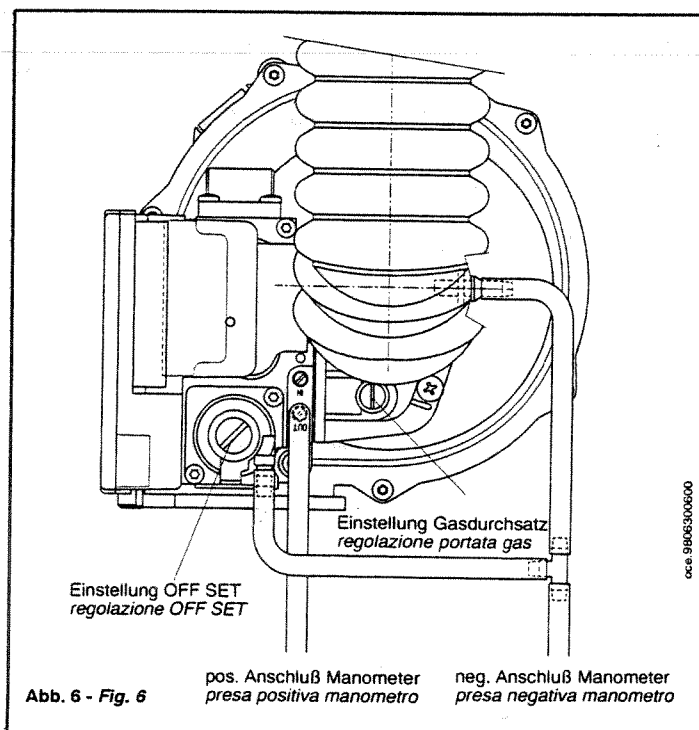

Abb. 6 - Fig. 6
Unter diesen Bedingungen dient der Einstellknopf der Heizwassertemperatur (9) zur Regelung der Heizleistung. Den Knopf vollständig im Uhrzeigersinn drehen, um die max. Heizleistung bzw. vollständig gegen den Uhrzeigersinn drehen, um die minimale Heizleistung zu erreichen. Vor diesem Vorgang den positiven Anschluß eines Differenz-Mikromanometers an den dahinter befindlichen Druckanschluß des Gasventils anschließen. Den negativen Anschluß des Manometers an den Ausgleichanschluß des Gasventils über ein geeignetes T-Stück anschließen, welches das Manometer, den Ausgleichanschluß des Ventils und den Ausgleichanschluß des Kessels miteinander verbindet (vgl. Abb. 6).
- accendere la caldaia mediante il selettore (11) assicurandosi che ci sia richiesta di calore;
- premere il tasto spazzacamino (7) per un tempo di 10 secondi fino alla visualizzazione, sul display, del codice [25] lampeggiante;
- regolare, mediante la manopola (9), la portata termica minima del-
- Die minimale Heizleistung des Gerätes über Bedienknopf (9) einstellen;
- Überprüfen, ob OFF SET, der auf dem Mikromanometer abgelesene Druckwert, gleich Null ist; anderenfalls die Einstellschraube auf dem Gasventil betätigen (vgl. Abbildung 6);
- Die maximale Heizleistung des Gerätes über Bedienknopf (9) einstellen;
- Überprüfen, ob der an der Abgasleitung des Gerätes gemessene CO2-Wert 8,7% beträgt, anderenfalls die Einstellschraube des Gasdurchsatzes auf dem mit dem Gasventil kombinierten Venturirohr betätigen (vgl. Abbildung 6);
- Die Funktion „EINSTELLUNG“ durch Ausschalten und Wiedereinschalten des Kessels über den Wahlschalter (11) verlassen. Dieser Vorgang wird in jedem Fall nach Ablauf von 20 Minuten automatisch unterbrochen.